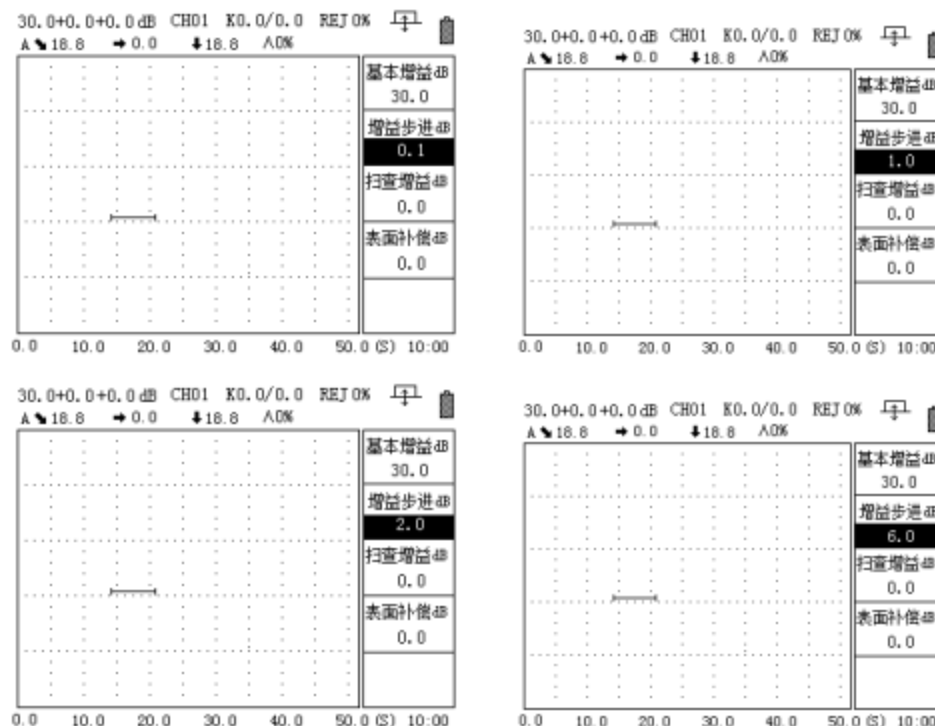

图 2-8
0.1dB 表示当前以 0.1dB 步进值调节基本增益 dB 值，1.0dB 表示当前以 1.0dB 步进值调节基本增益 dB 值，同理，2.0dB 表示当前以 2.0dB 步进值调节基本增益 dB 值，6.0dB 表示当前以 6.0dB 步进值调节基本增益 dB 值，12.0dB 表示当前以 12.0dB 步进值调节基本增益 dB 值。如图 2-8 所示